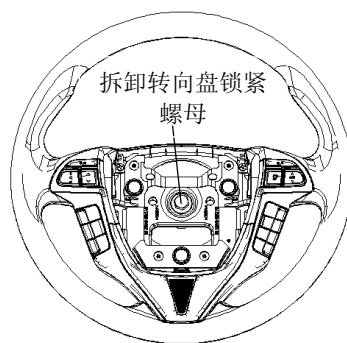

图 5.2-5
(1) 脱开线束接头。
(2) 拆下转向盘固定螺母, 如图5.2-5所示。